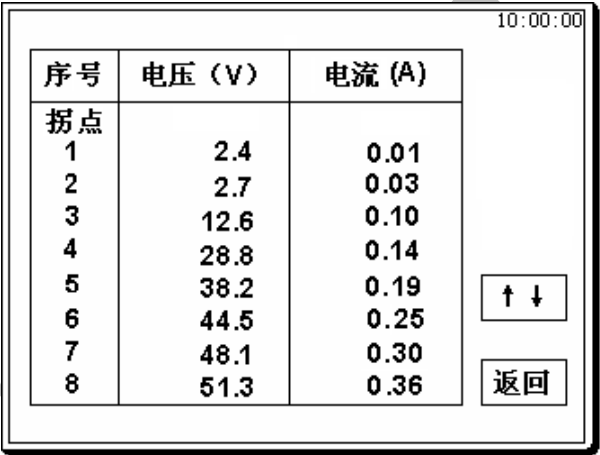

图 22
**数据：**将光标移动至 **数据** 选项选定，屏幕上将显示 PT 伏安特性试验的测试数据列表（如图 22 所示）。PT 伏安特性曲线拐点栏数据为空。